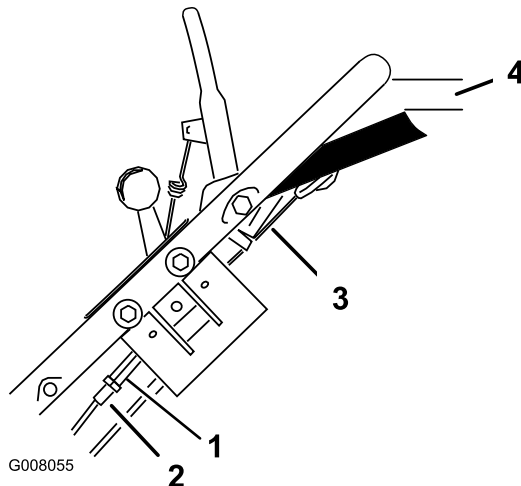

Bild 28
1. Lösen Sie die Mutter, mit der der Einsteller befestigt ist (Bild 28).
2. Drehen Sie den Einsteller, bis der freigelegte Zug kein Spiel mehr hat (Bild 28).